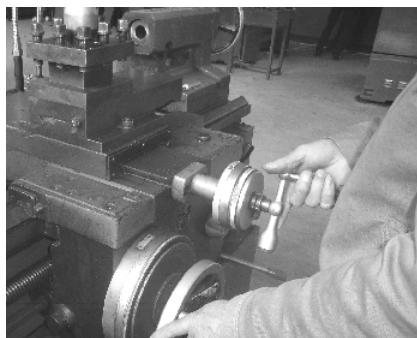

图 1-13 纵向、横向联合动作练习
④ 进退刀方向、反应灵活度、准确度综合练习。左手握床鞍手轮，右手握中滑板手柄，双手同时快速摇动，如图 1-13 所示。进刀要求床鞍和中滑板同时向卡盘处移动，退刀要求则正好相反；进刀、退刀动作必须十分熟练。